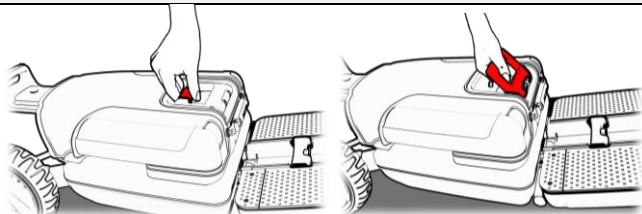

Figura 13
10. Coloque una mano en la cultivadora y con la otra suelte la palanca de seguridad del mango trasero (Figura 13, paso 1) y lleve la manija a una posición vertical de 90 grados (Figura 13, paso 2).